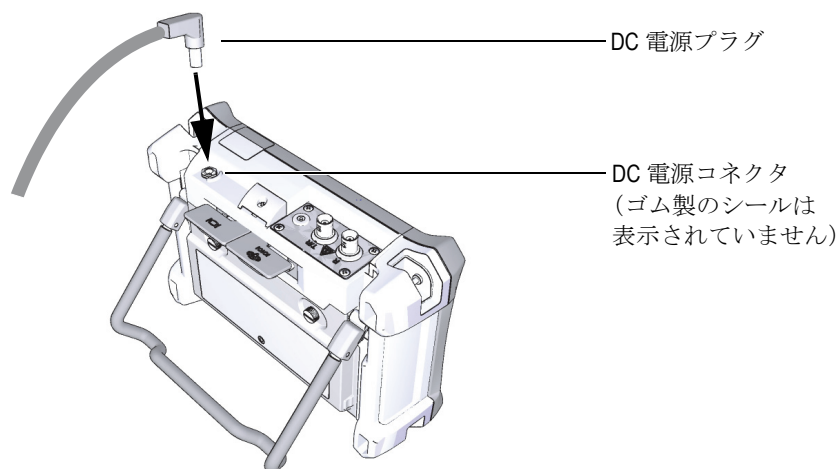

図 1-9 DC 電源プラグの接続
3. AC チャージャー/アダプタの DC 電源プラグを DC 電源コネクタにつなぎます (31 ページ図 1-9 参照)。